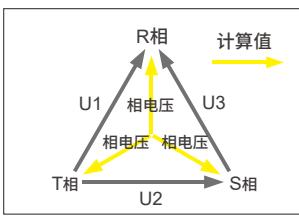

图2 三角形-星形转换
- 三角形-星形转换：在三相3线制(3V3A制)系统中根据线电压计算相电压(图2)。